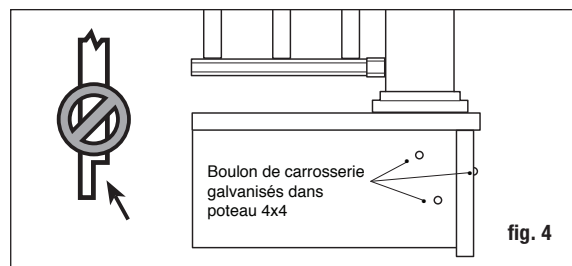

fig. 4
**Étape 2** Installez les poteaux du garde-corps avant d'installer les planches de terrasse. Les poteaux du garde-corps de 10 X 10 cm (4 x 4 po) en cèdre ou pin traité sous pression, fournissent la force structurale pour le garde-corps. La longueur de chaque poteau est déterminée par la largeur totale de solive (généralement 18,4 cm (7 1/4 po)) + l'épaisseur du patio (2,5 cm (1 po)) + hauteur du garde-corps (91,4 cm (36 po)) + espacement pour le capuchon du poteau (5,08 cm (2 po)) = 116,8 cm (46 1/4 po). **Important : Ne faites pas d'encoche dans les poteaux de 4x4 du garde-corps. Cela réduirait la force du poteau et pourrait mener à une défaillance ou l'écrasement du garde-corps (fig. 4).**
**Étape 3** Grâce au niveau, positionnez, mettez le poteau à niveau et maintenez-le avec un serre-joint à la face intérieure de la solive. Remettez à niveau. Le poteau de garde-corps de 10 x 10 cm (4 x 4 po) devrait être boulonné à l'intérieur de la solive avec deux boulons de carrosserie galvanisés 1/2 x 6 po. Les poteaux de coin utilisent un troisième boulon de carrosserie inséré à travers la solive adjacente (fig. 4).
**Étape 5** Taillez les manchons de poteaux à leur longueur. Les manchons de poteaux devraient être d'au moins 5,08 cm (2 po) plus long que la hauteur du garde-corps (fig. 4). Exemple : Pour un garde-corps de 91 cm (36 po) de haut, découpez le manchon à au moins 96,5 cm (38 po), mais pouvant être laissé plus long si vous le désirez. Glissez un manchon de poteau taillé sur chaque poteau de garde-corps. Les manchons des poteaux devraient glisser facilement sur ceux-ci. **NE FORCEZ PAS** le manchon sur le poteau. Les poteaux 4 x 4 vrillés ou tordus devraient être remplacés. Glissez une garniture de base de poteau (facultative) sur chaque manchon de poteau pour offrir un beau fini. *Remarque : Il est recommandé d'installer la garniture de base de poteau avant la traverse inférieure. Cependant, la conception à deux pièces permet à l'installateur d'ajouter la garniture de base de poteau après l'installation de la rampe. Pour installer, appliquez une fine couche d'adhésif clair de construction pour l'extérieur, à l'intérieur de la garniture du poteau, là où elle entrera en contact avec le manchon de poteau, puis insérez en place, autour de la base du manchon de poteau.*
**Étape 2** Installez les poteaux du garde-corps d'escalier avant d'installer les girons d'escalier. Les poteaux du garde-corps de 10 X 10 cm (4 x 4 po) en cèdre ou pin traité sous pression, fournissent la force structurale pour le garde-corps d'escalier. La longueur de chaque poteau est déterminée par la largeur totale du limon + l'épaisseur du giron + hauteur du garde-corps d'escalier + espacement pour le capuchon du poteau. **Important : Ne faites pas d'encoche dans les poteaux de 4x4 du garde-corps. Cela réduirait la force du poteau et pourrait mener à une défaillance ou l'écrasement du garde-corps (fig. 4).**